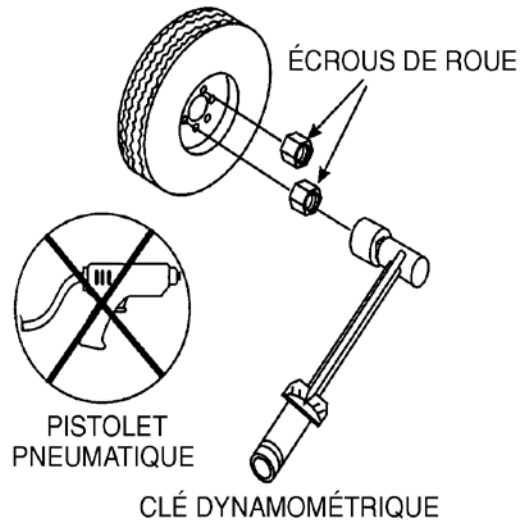

Figure 61. Séquence de serrage des écrous de roue
12. **Écrous de roue** — Utilisés pour fixer la roue sur son moyeu. Toujours utiliser une clé dynamométrique pour serrer les écrous de roue. Voir le tableau Tableau 18 et Figure 61 pour le serrage et l'ordre des écrous de roue.
2. Serrez tous les écrous de roue dans l'ordre (voir Figure 61). **NE PAS** serrer les écrous de la roue à fond. Serrez chaque écrou séparément en 3 passes telle que définie dans le tableau Tableau 18.